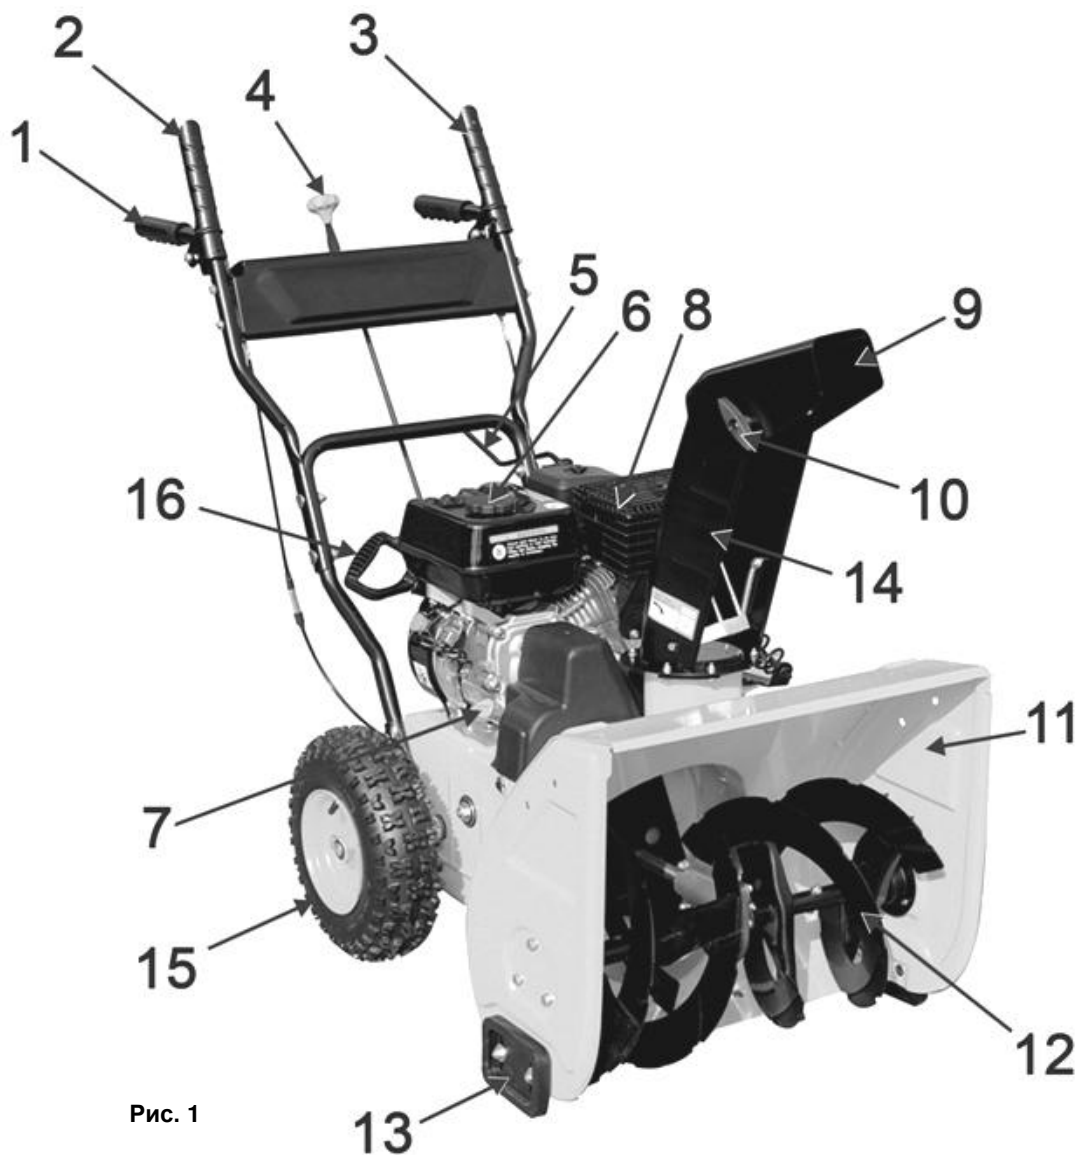
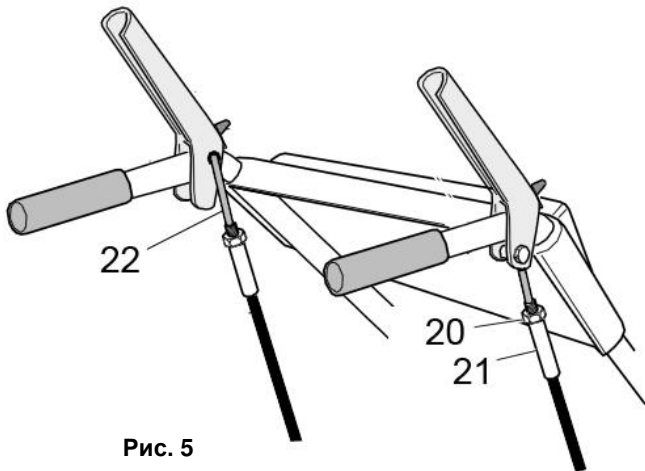

Рис. 1
Рис. 5
- Снегоуборщик вращением лопастей шнека (12) (См. Рис.1) убирает снежный покров с ровных площадей, и через снегоотвод (14) выбрасывает его в выбранную сторону.
- Шнек (12) (См. Рис.1) - винтовой механизм в виде стержня с наклонными лопастями, приводимый в действие двигателем. Шнек захватывает, и транспортирует снежную массу внутрь снегоуборщика на вращающуюся
- Снегозаборник (11)(См. Рис.1) служит для захвата снега и направления его потока в рабочую зону снегоборщика (на шнек).
Рычаг привода колес (2)(См. Рис.1)
- При нажатии рычага привода колес (2), включается система привода, и снегоборщик начинает движение.
- При отпуске рычага привода колес (2), привод отключается, и снегоборщик прекращает движение.
Рычаг привода шнека (3)(См. Рис.1)
- При нажатии рычага привода шнека (3), включается система привода, и лопасти шнека (12)(См. Рис.1) начинают вращение.
Рычаг переключения скоростей (4)(См. Рис.1)
- Для изменения скорости и направления движения: остановите снегоборщик и вращение шнека, переведите рычаг (4)(См. Рис.1) в соответствующее выбранному режиму движения положение.
- Установите желоб снегоотвода (14)(См. Рис.1) на выпускной канал импеллера.
- Установить в отверстие на рычаге управления (2; 3)(См. Рис.1) верхний Z-образный конец троса (22)(См. Рис.5).
- Закрутите на резьбу Z-образного хвостовика втулку троса (21)(См. Рис.5). Закрутите гайку (20) к втулке (21).
- Нижний конец троса со спиральной пружиной (23)(См. Рис.5) закрепите на натяжном кронштейне. Гайкой (24) отрегулируйте допуск троса.
- Установите/замените ограничительные башмаки (13)(См. Рис.1; 7) с каждой стороны снегозаборника.
- Рычаги приводов колес и шнека (2) и (3) должны прижиматься к рукояткам руля управления (1)(См. Рис.1) без чрезмерных усилий.